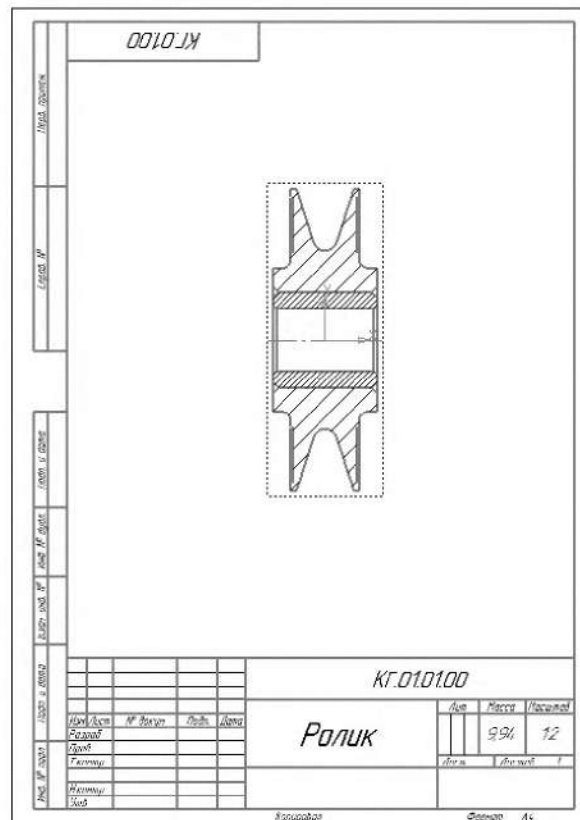

Рисунок 4.17. Добавление осевой линии
1.4.12 С помощью команды **Осевая линия по двум точкам**  на инструментальной панели **Обозначения**  постройте на разрезе осевую линию. Точки, через которые должна пройти осевая линия, укажите с помощью привязки **Ближайшая точка** (1, 2, рисунок 4.17).